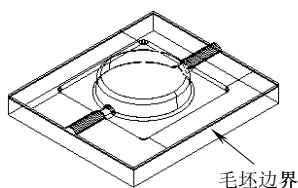

图 3-133 创建的边界
2) 单击“毛坯边界”对话框中的“接受”按钮即可完成边界创建。在“查看”工具栏上单击“普通阴影”按钮和“毛坯”按钮，隐藏毛坯后边界结果如图 3-133 所示。